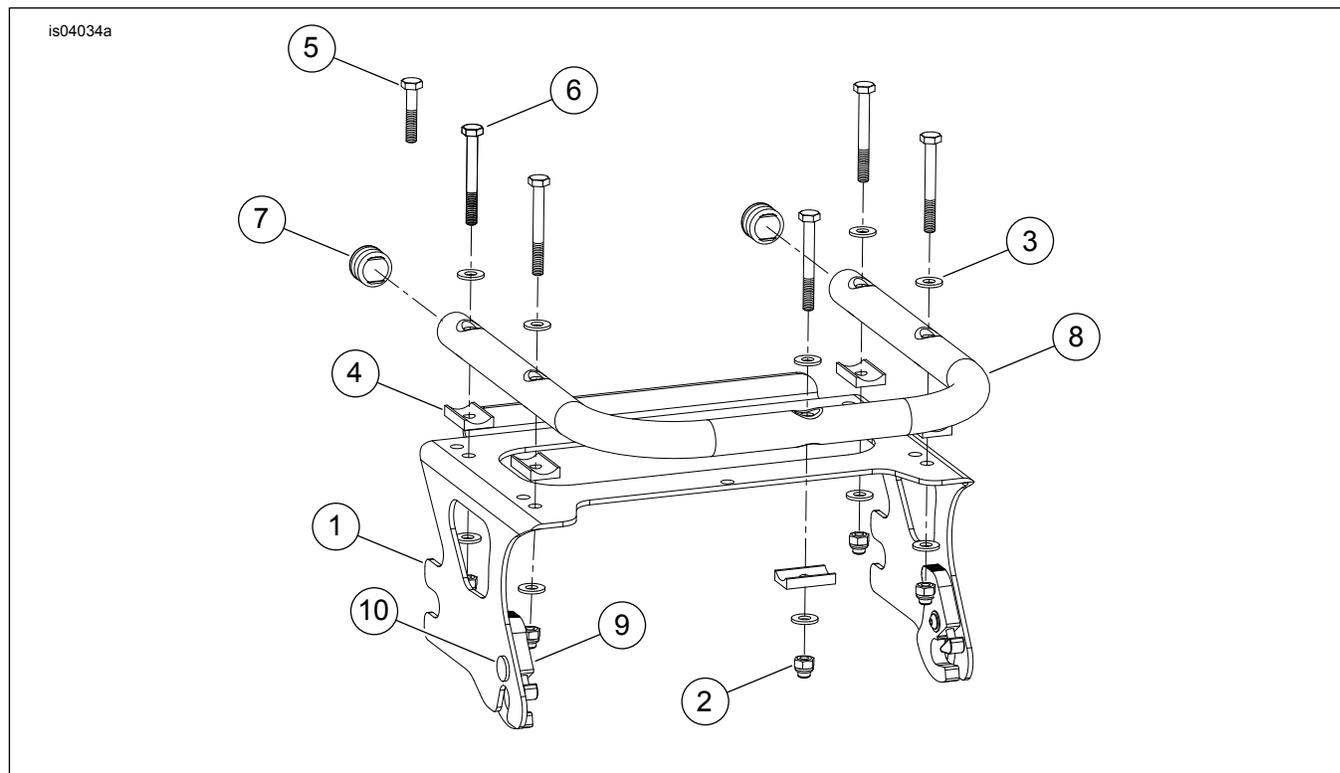

Figura 3. Rejilla de Tour-Pak de Touring desmontable H-D
Vea Figura 3 y Tabla 1.
Ver Figura 3. Al instalar Tour-Pak a la rejilla siguiendo los pasos a continuación, tenga en cuenta que los agujeros de la rejilla tienen dos posiciones para realizar la instalación en la ubicación que desee.
Ver Figura 3. En el paso siguiente, utilice los pernos más largos (6) para las versiones 2005 y anteriores (solo King) y Chopped Tour-Pak. Los pernos más cortos (5) se utilizan para Leather Tour-Pak y las versiones 2006 y posteriores de King Tour-Pak.
2. Ver Figura 3. Tome el perno (5 o 6), dos arandelas planas (3), el espaciador cóncavo (4) y la tuerca de seguridad hexagonal (2) del kit. Alinee el agujero central trasero del Tour-Pak con el mismo agujero en el tubo de soporte (8). Deslice el perno con la arandela plana a través del Tour-Pak, por el tubo de soporte y a través del espaciador cóncavo (con el lado cóncavo hacia el tubo de soporte). En la parte inferior del tubo de soporte, instale la arandela (3) y la tuerca de casquete Nylock (2). Con la concavidad del espaciador alineada con el riel, sostenga la tuerca y apriete el perno hasta que esté ajustado.
3. Tome los pernos (5 o 6), dos arandelas planas (3), el espaciador cóncavo (4) y la tuerca de seguridad hexagonal (2) del kit. Alinee el tubo superior de soporte (8) con los agujeros de la rejilla para Tour-Pak desmontable (cuatro). Deslice los pernos con la arandela plana a través del Tour-Pak, por el tubo de soporte y a través del espaciador cóncavo (con el lado cóncavo hacia el tubo de soporte) y luego a través de la rejilla. En la parte inferior de la rejilla desmontable para Tour-Pak, instale la arandela (3) y la tuerca de casquete Nylock (2). Con la concavidad del espaciador alineada con el riel, sostenga la tuerca y apriete el perno hasta que esté ajustado.